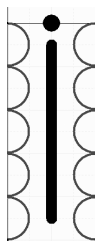
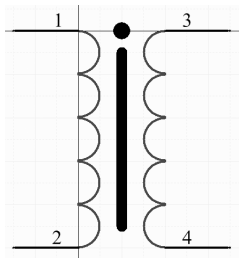

图 11-87 添加铁心和同名端的变压器
图 11-88 完成绘制的变压器符号
(3) 选择菜单栏中的“放置”→“线”命令，或者单击绘图工具中的绘制直线按钮，在变压器的初级和次级线圈中间绘制两条直线表示铁心。然后，选择菜单栏中的“放置”→“椭圆”命令，或者单击绘图工具中的绘制椭圆按钮，在两条直线的上方绘制两个实心圆表示同名端，如图 11-87 所示。
(4) 单击绘图工具栏中的按钮，或者选择菜单栏中的“放置”→“管脚”命令，放置引脚，并设置其属性。
(5) 绘制好变压器符号后，设置其属性。完成的变压器符号如图 11-88 所示。